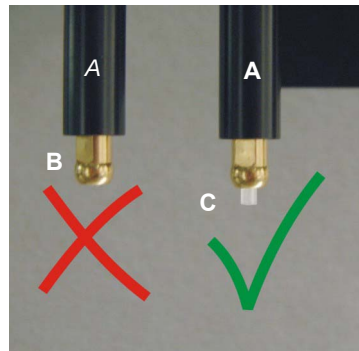

Abb. 7-35 Pipettierschlauch MultiSense
- ♦ Sorgen Sie dafür, dass der Schlauch nicht zurück in den Spitzenadapter gedrückt wird. Er muss wie in Abb. 7-35 „Pipettierschlauch MultiSense“, Abb. 7-67 dargestellt herausragen.